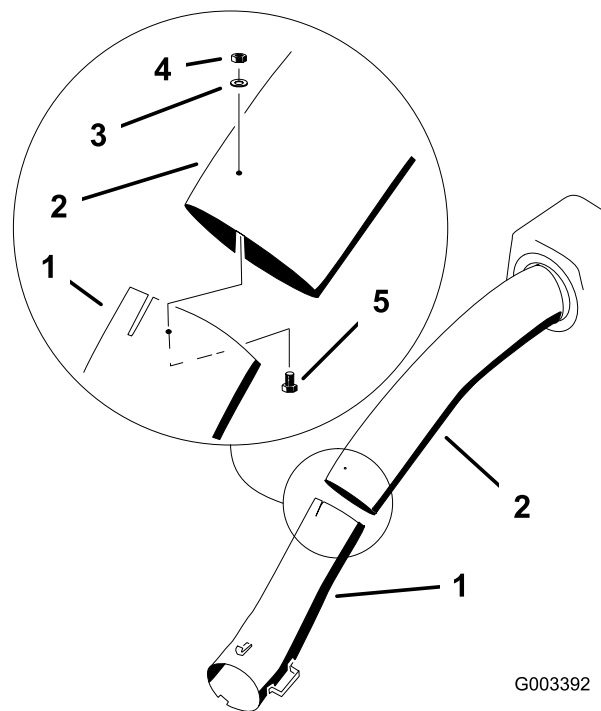

Figura 26
14. Una los tubos superior e inferior con 3 pernos (N.º 10 x 3/4 de pulgada), 3 arandelas planas (7/32 de pulgada), y 3 contratuercas (N.º 10) tal como se muestra en Figura 26.